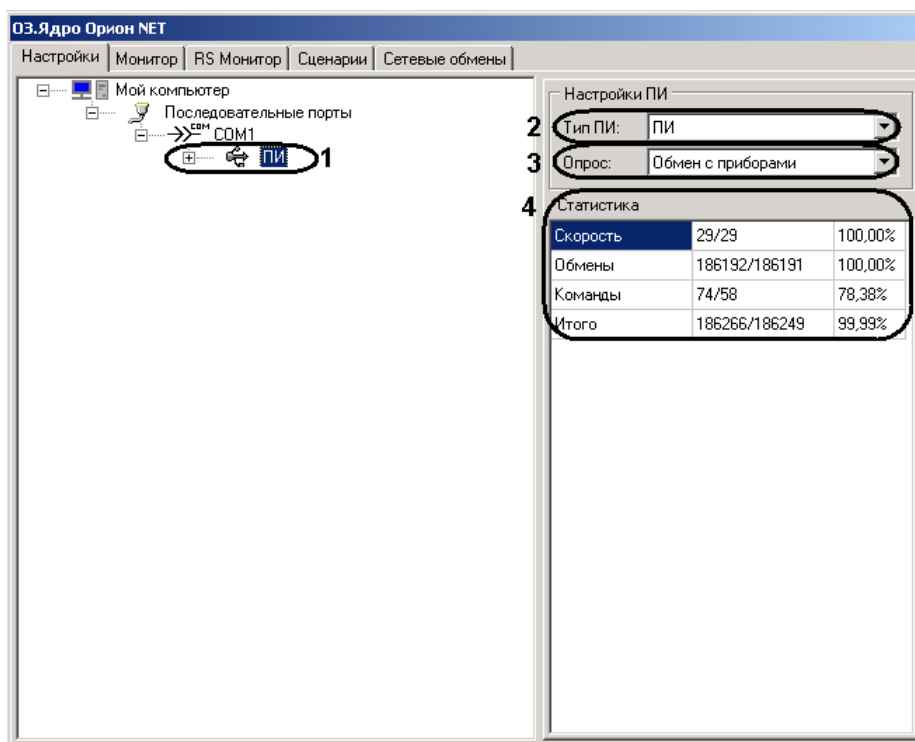

Рис. 4.2—3 Настройка ПИ
4. Состояние преобразователя интерфейсов (ПИ): (Рис. 4.2—3, 1).
- 3.1 Для просмотра состояния преобразователя интерфейсов необходимо выделить в дереве объектов объект **ПИ** нажатием левой кнопки мыши (см. Рис. 4.2—3, **1**).